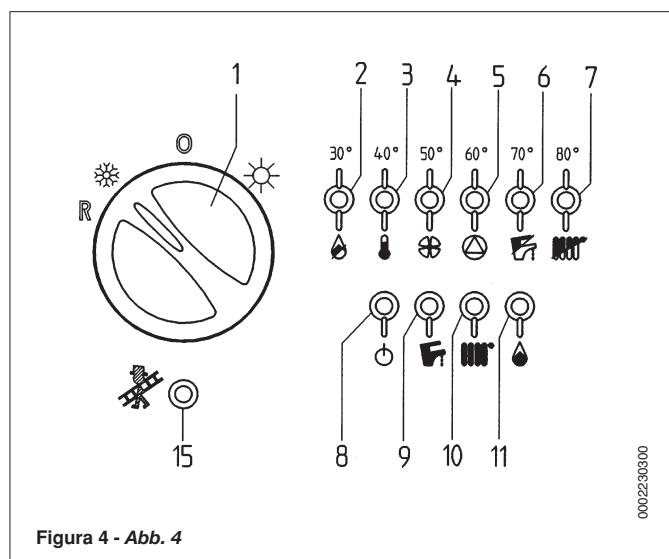

Figura 4 - Abb. 4
Si consiglia in questo caso di ripetere le operazioni di accensione, fino all'arrivo del gas al bruciatore, posizionando momentaneamente la manopola (1) in (R) (vedere anche figura 4).